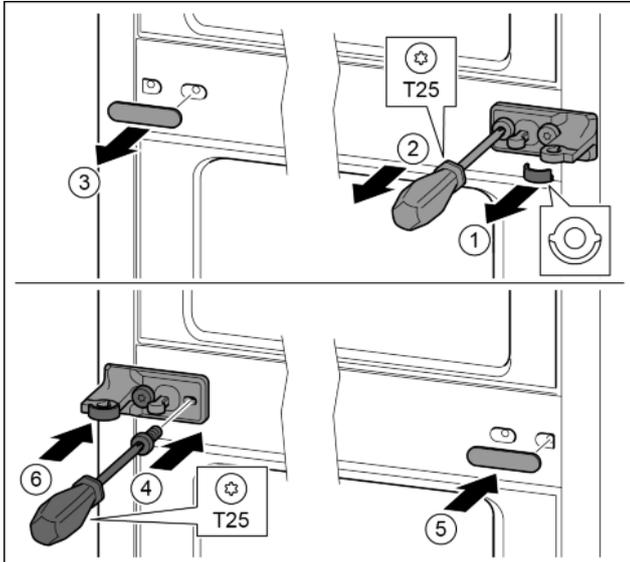

Fig. 29
- ▶ Enlever la rondelle. *Fig. 29 (1)*
- ▶ Desserrer les vis avec le tournevis T25. *Fig. 29 (2)*
- ▶ Enlever délicatement le cache. *Fig. 29 (3)*
- ▶ Visser fermement le support de palier avec film tourné de 180° de l'autre côté. *Fig. 29 (4)*
- ▶ Poser le cache tourné de 180° de l'autre côté. *Fig. 29 (5)*
- ▶ Enfiler la rondelle par devant. *Fig. 29 (6)*